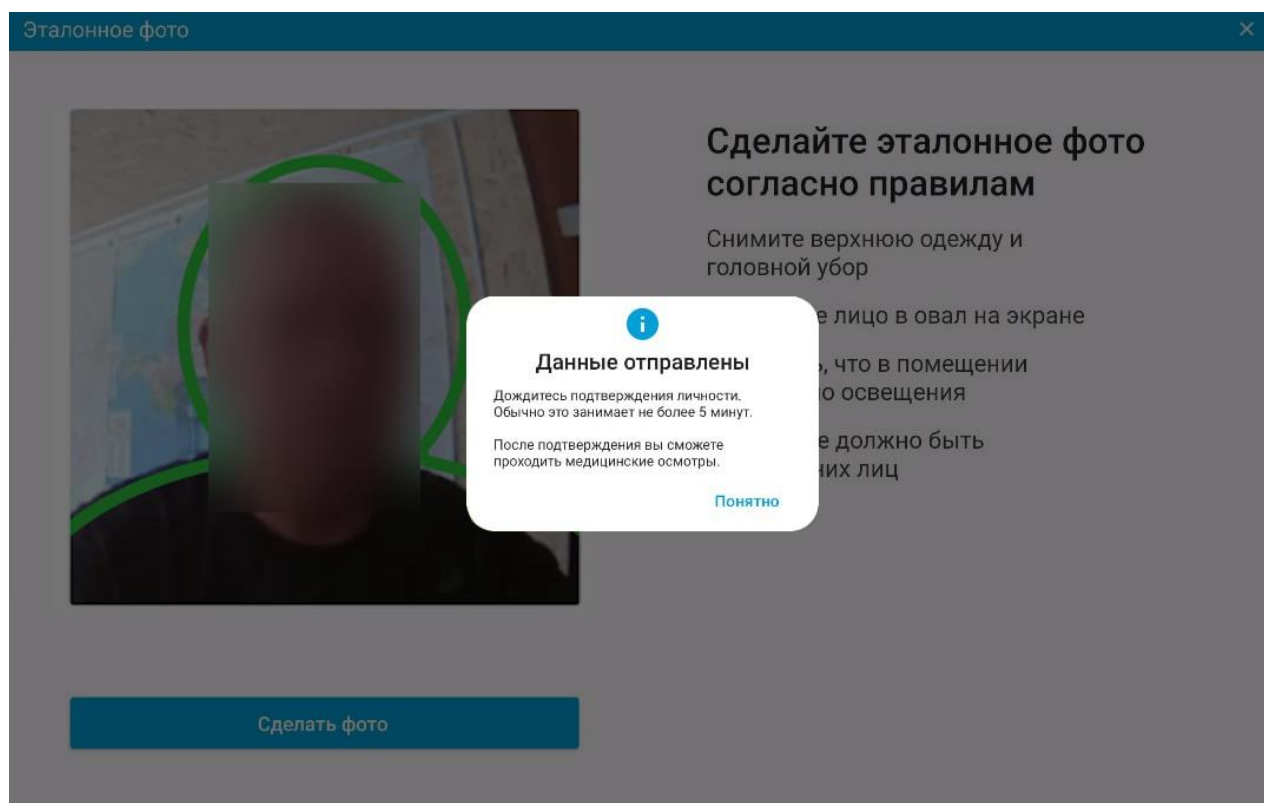

Рис. 23 Ожидание подтверждения личности
6. Появляется сообщение «Данные отправлены» (рис.23). Далее следует нажать кнопку «Понятно».